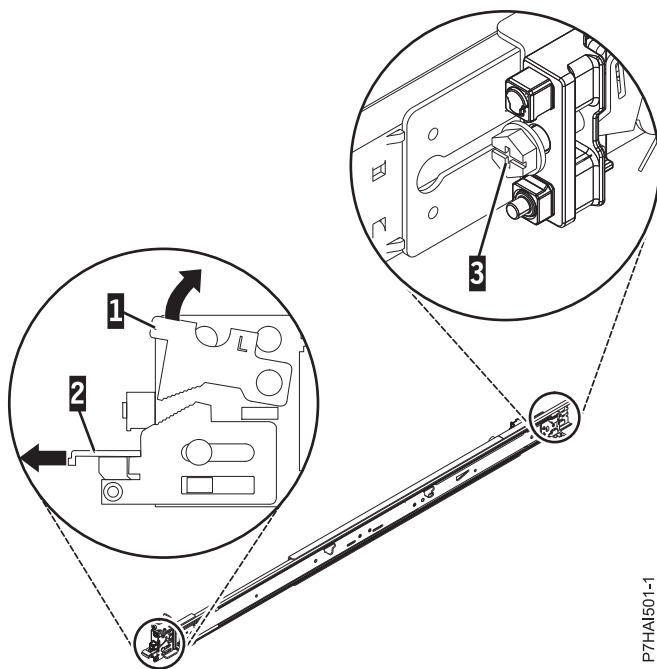

Figura 2. Apertura del pestillo frontal y extracción del tornillo posterior
2. Empuje hacia arriba la pestaña de bloqueo (1) en la parte frontal, y tire del pestillo frontal (2) de la parte frontal del riel. A continuación, extraiga el tornillo de la parte posterior del riel (3). Para obtener detalles, consulte la Figura 2.